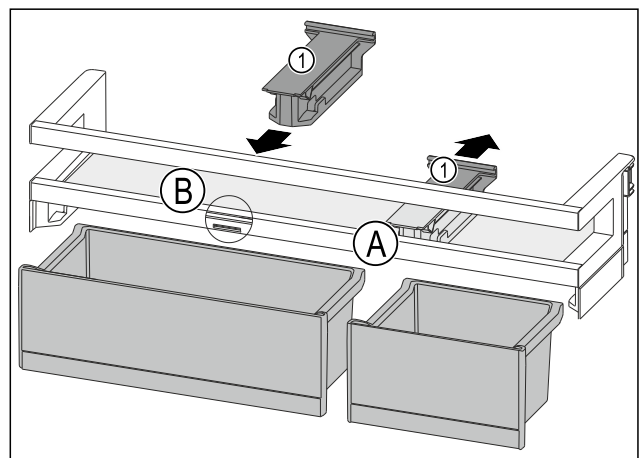

Fig. 122
- Retirer la pièce de retenue Fig. 122 (1) en position Fig. 122 (A) vers l'arrière.
- Mettre la pièce de retenue Fig. 122 (1) en position Fig. 122 (B).